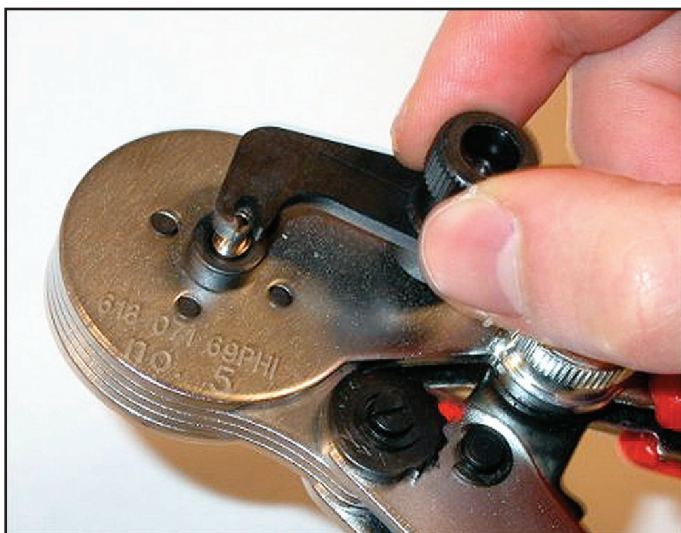

рисунок 45.22: Фиксация металлического наконечника
- 20 Зафиксируйте металлический наконечник маленьким рычагом (см. рисунок 45.22).